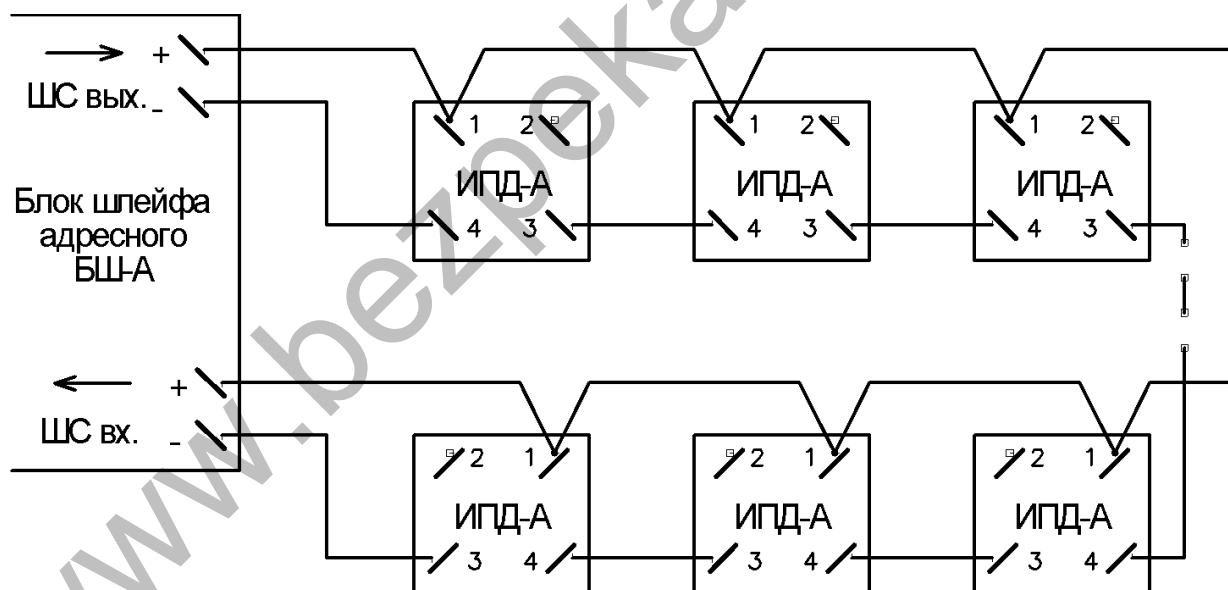
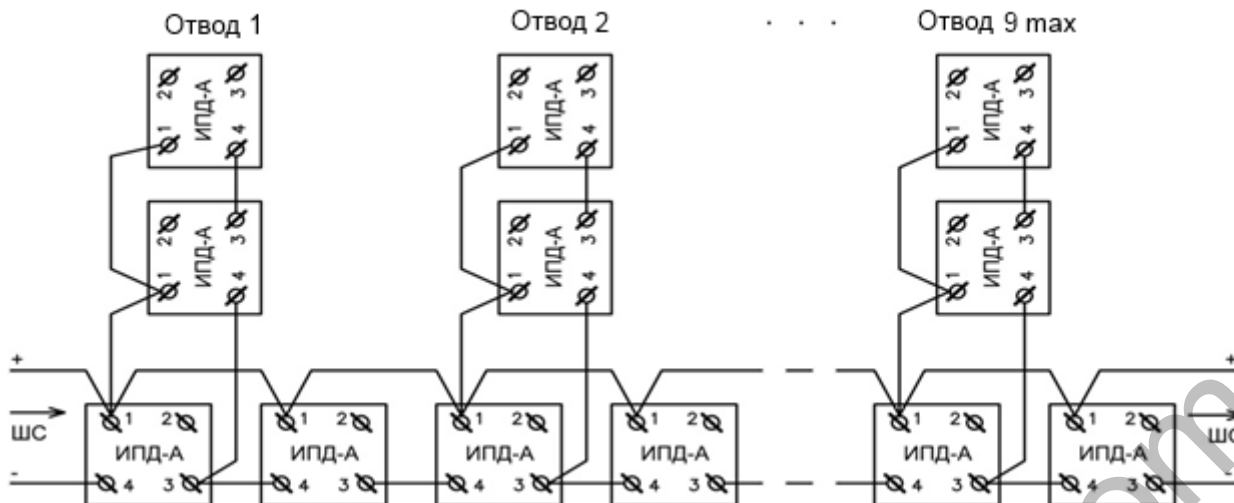

Рис. 4–Схема включения извещателей
Рис. 5 – Схема подключения извещателей с отводами.
- подключить шлейф сигнализации к соответствующим контактам розетки, соблюдая направление ШС согласно схеме рис. 4 и рис. 5.